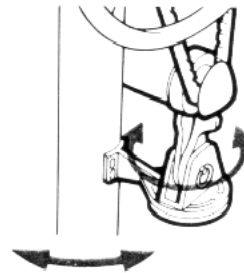
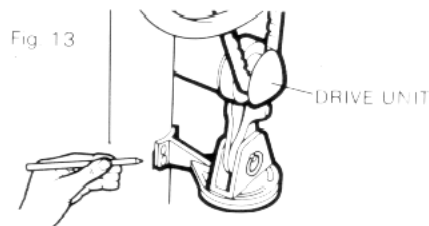

Fig. 12
Fig. 13
- En orientant le support autocar de la colonne et en tournant le support moteur, ajuster l'ensemble pour que la courroie soit parfaitement alignée avec le tambour. (Fig. 12)
- Après avoir trouvé la position correcte, marquer la position du support sur la colonne avec un crayon en maintenant la courroie tendue. Enlever le moteur et tracer les quatre trous oblongs. (Fig. 13).
La fixation peut être réalisée sur un montant ou horizontal du balcon à l'aide des deux cavaliers fournis en standard (Fig. 12). Le câble de raccordement doit passer dans la fente et est protégé par le passe fil qui se trouve d'origine sur le câble. Enfoncer ensuite la tête de girouette sur le mât jusqu'à l'épaulement (Fig. 13), (un peu de graisse silicone sur les joints toriques facilitera cette opération), le câble peut alors être ramené jusqu'au pilote.